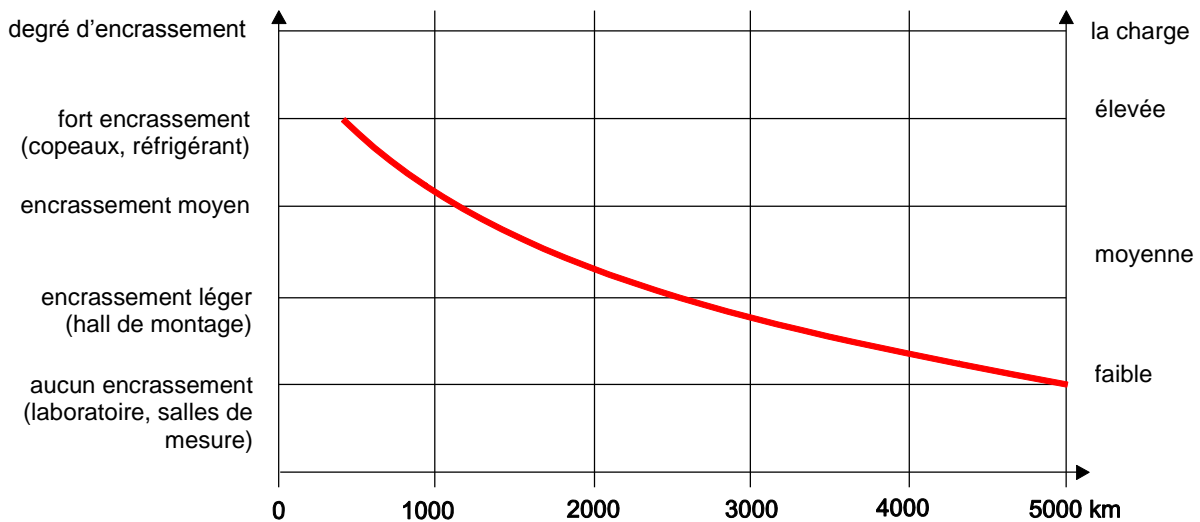

Figure 9: Intervalles de lubrification pour le guidage à billes avec chaîne à billes
**ou au moins 2x par an. L'intervalle de lubrification dépend des conditions d'environnement et de la charge (voir Fig. 9). Lubrifier « en mouvement » !
*ou au moins 2 x par an. L'intervalle de lubrification dépend des conditions d'environnement et de la charge (voir Fig. 9). Lubrifier « en mouvement » !